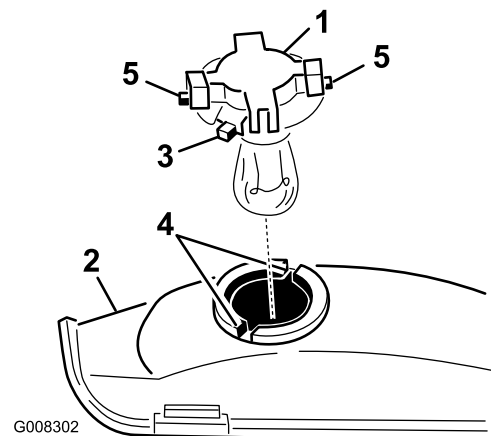

Bild 31
7. Drehen Sie die Birnenfassung um 1/4 Umdrehung nach links und nehmen die Birne aus dem Reflektor heraus (Bild 31).
3. Richten Sie die Nasen an der Birnenfassung mit den Schlitzlöchern im Reflektor aus (Bild 31).